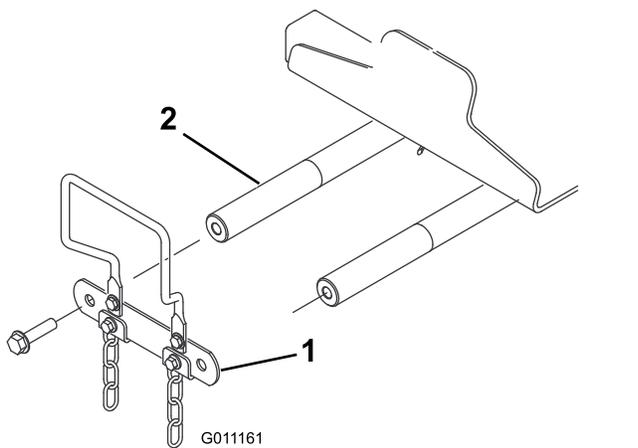

Figura 10
- Na parte dianteira da máquina, retire os 2 parafusos de remate com flange (0,5 x 2 pol.) que fixam a ligação do eixo de pivô aos eixos de pivô do braço de elevação e retire a ligação (Figura 10).